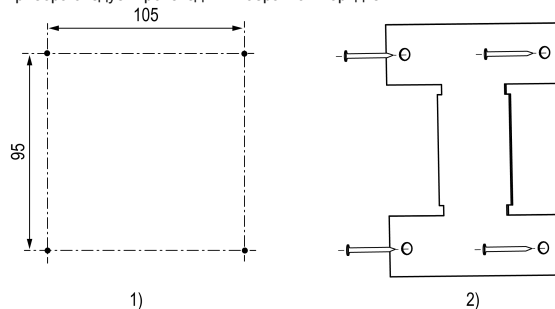

Рисунок 4 – Монтаж прибора на стену
1. Разметить отверстия на стене для крепления кронштейна (см. *рисунок 4, 1*).
3. Прикрутить к стене кронштейн саморезами (см. *рисунок 4, 2*).
4. Совместить прибор и выступающие плоскости кронштейна. Надвинуть прибор на кронштейн до упора (см. *рисунок 4, 3*).